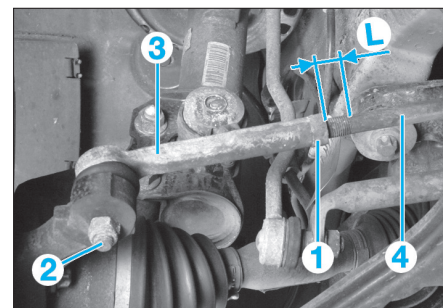

FIG. 16
- Mesurer la longueur (L) du filetage (fig. 16).
- Desserrer le contre-écrou (1).